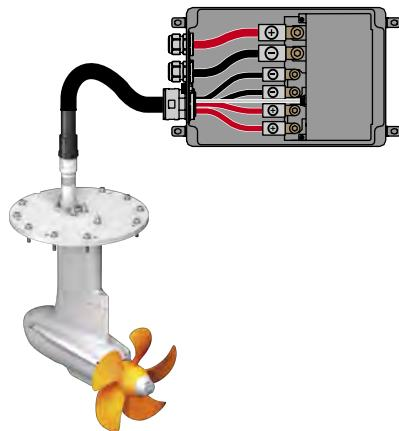

Fig. 13: Kabeldragning elektronikbox
1. Lossa skruvarna (1) på elektronikboxen för att kunna öppna den.
4. Anslut batterikablarna till de markerade polerna (röd = + och svart = -; 10 Nm), se **"Fig. 13: Kabeldragning elektronikbox"**.
5. Anslut motorkabeln till anslutningen för motorstyrningen (6).